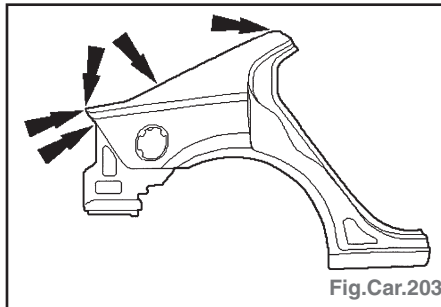

Fig.Car.203
- Panneau latéral : Percer des trous pour le soudage par bouchonnage (Fig.Car.203).